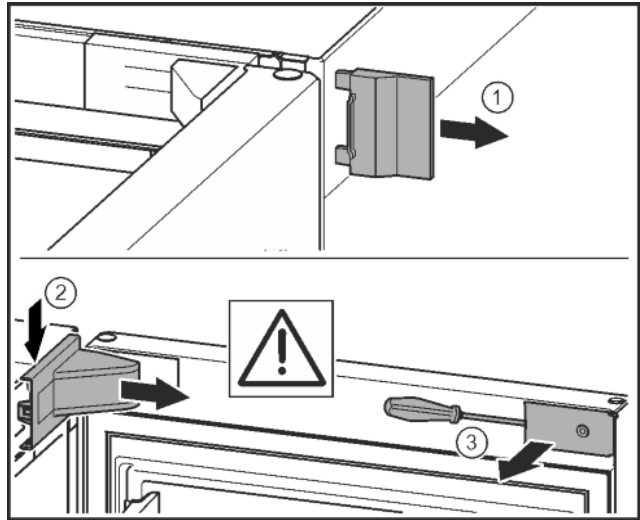

Fig. 11\*
- Äußere Abdeckung abnehmen.\* *Fig. 11 (1)*
- Lagerbockabdeckung ausrasten und lösen. Lagerbockabdeckung abnehmen.\* *Fig. 11 (2)*
- Blende mit Schlitzschraubendreher ausrasten und zur Seite schwenken.\* *Fig. 11 (3)*